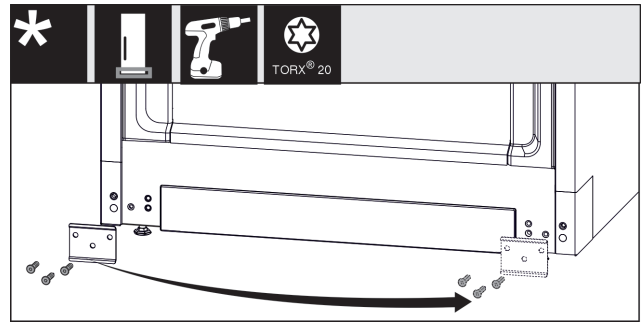

Fig. 12
- ▶ Skru av platen, flytt den til den andre siden og skru den på igjen. Fig. 12 (1)